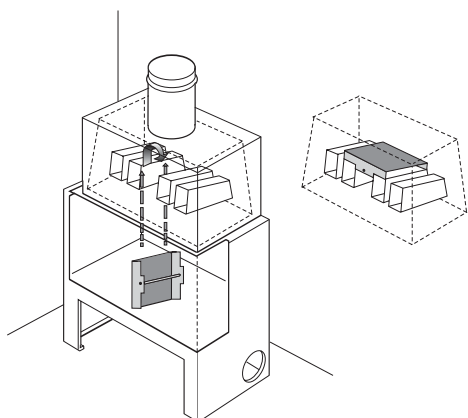

Fig. 5.9.2
5.9.2 Montaggio deflettore fumi (Fig. 5.9.2)
GB 5.9.2 **Smoke deflector installation (Fig. 5.9.2)**
5.9.2 Montage des Rauchleitbleches (Abb. 5.9.2)**D**